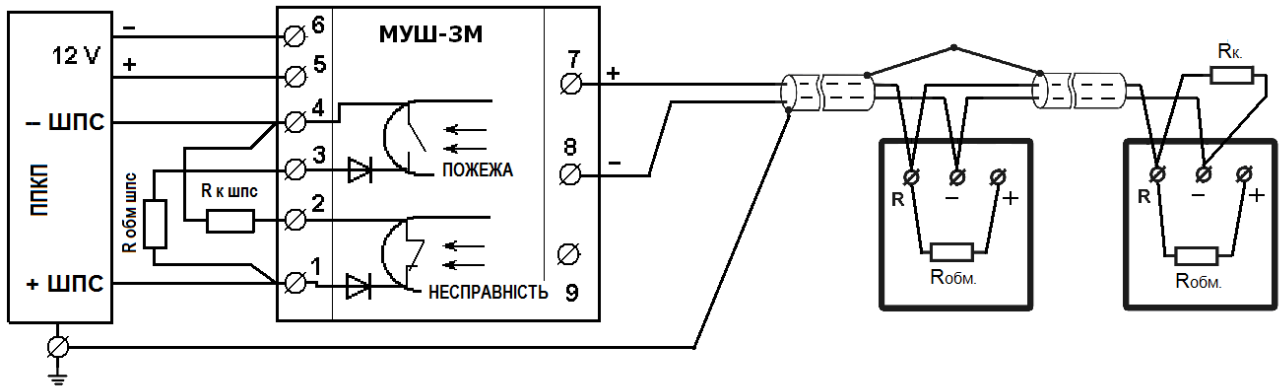

Рис. 5 Схема підключення сповісвачів до чотирипровідного постійнострумового ШПС за допомогою модуля МУШ-3М
6.6 Схема підключення сповіщувача до ППКП з чотирипровідним ШПС вказана на рис. 5 - рис. 7.